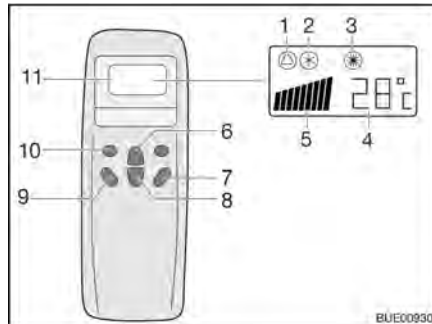
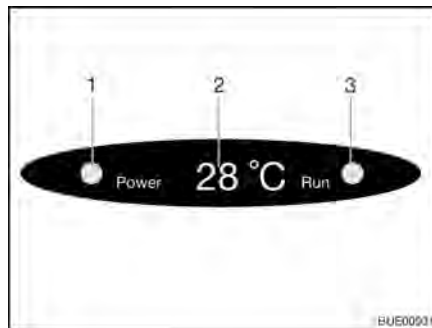

Fig. 128 Mando a distancia
Fig. 129 Indicación en el difusor
- Pulsar la tecla "ON/OFF" (Fig. 128,7).
- Pulsar la tecla "Mode" (Fig. 128,10) las veces que sean necesarias hasta que se visualice el modo de funcionamiento deseado (Fig. 128,1, 2 ó 3) en el display. La luz de control correspondiente en la indicación del difusor (Fig. 129,3) estará encendida.
- Ajustar la temperatura deseada con las teclas Aumentar temperatura (Fig. 128,6) o Reducir temperatura (Fig. 128,8).
- Seleccionar la etapa deseada del ventilador con la tecla Velocidad del ventilador (Fig. 128,9).